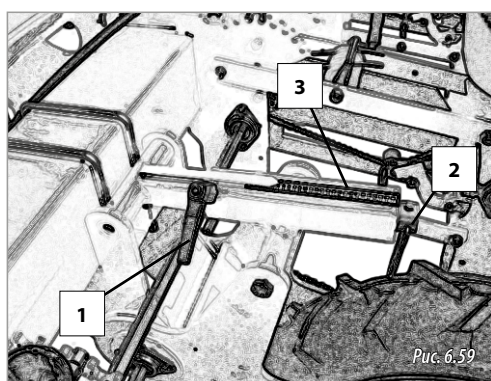

Рис. 6.59
- 2- Ослабить зажимный рычаг (1, рис. 6.59).
- 3- Повернуть рукоятку (2, рис. 6.59), чтобы установить колесо на нужную высоту. Ориентироваться по указателю на шкале с делениями (3, рис. 6.59).
- 4- Зафиксировать положение зажимным рычагом (1, рис. 6.59).